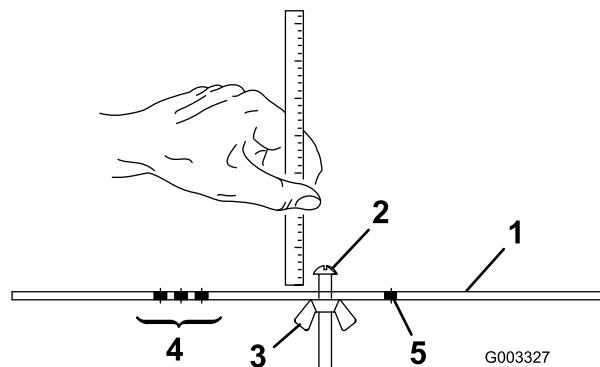

Рисунок 16
2. Ослабьте гайку измерительной планки (Рисунок 16) и установите регулировочный болт на требуемую высоту скашивания.